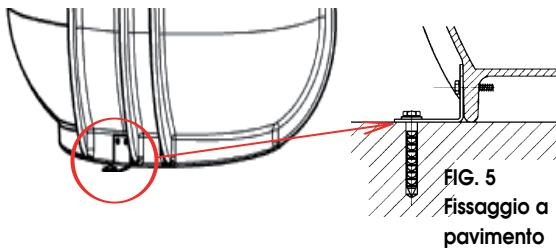

FIG. 5
- Conformemente alla norma EN 12056-4, la stazione di recupero deve essere installata in modo da evitare le rotazioni. Può essere fissata al pavimento, come rappresentato (**vedi FIG. 5 qui sotto**), utilizzando il materiale di fissaggio fornito.